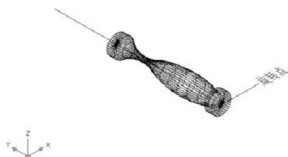

图 6.48 使用旋转网格生成的“花瓶”
(4) 在指定起点角度<0>: 提示下, 输入“0”, 表示从 0°开始旋转。
(5) 在指定包含角 (逆时针, 顺时针)<360>: 提示下, 输入“360”, 表示将围绕旋转轴旋转 360°, 生成如图 6.48 所示的“花瓶”, 它是由网络面组成的。
(1) 执行菜单栏中的【修改】|【三维操作】|【三维旋转】命令。
(2) 在选择对象: 提示下, 选择图 6.48 中的“花瓶”模型。
(3) 在指定轴上的第一个点或定义轴依据 [对象(O)/最近的(L)/视图(V)/X 轴(X)/Y 轴(Y)/Z 轴(Z)/两点(2)]: 提示下, 输入“X”, 表示将围绕 X 轴进行旋转。
(4) 在指定 X 轴上的点<0, 0, 0>: 提示下, 捕捉图 6.48 所示的旋转点。